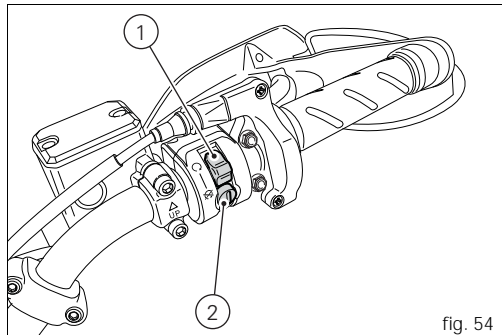

fig. 54
- 2) S'assurer que le commutateur d'arrêt (1, fig. 54) soit sur  (RUN), puis appuyer sur le bouton de démarrage (2).